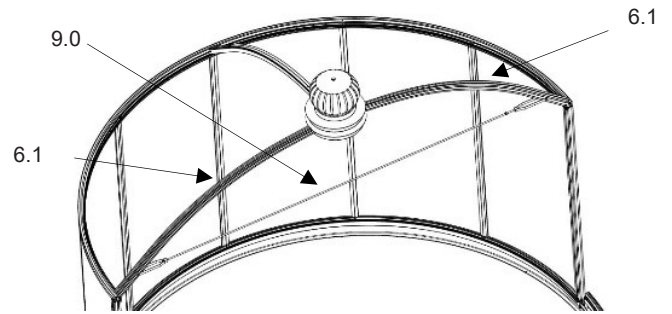

Abb.26
- die Zugstange (9.0) in den Bohrungen der beiden inneren Randsprossen (Dach) links/rechts (6.1) mit je 1x Sechskantschrauben M8x60 (D) und je 2x U-Scheiben (A) mit je 1x Sechskantmutter M8 (E) sichern. (Abb.26/27/28)